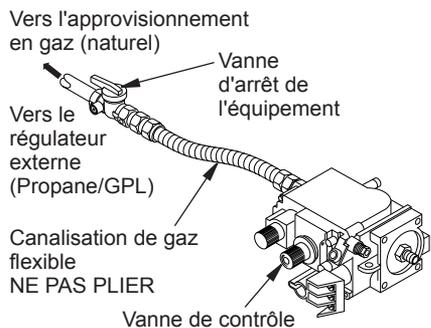

Figure 33 - Raccord de la canalisation de gaz flexible à la vanne millivolt
3. Rattachez la canalisation de gaz flexible de l'approvisionnement en gaz à la vanne de régulation (voir figure 33).